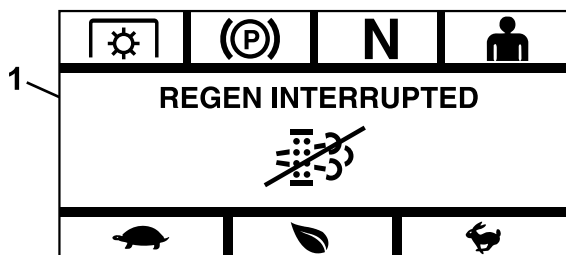

Figura 18
- **Interrotta** - se interrompete il processo, il modulo visualizzerà la schermata Rigenerazione interrotta (Figura 18).